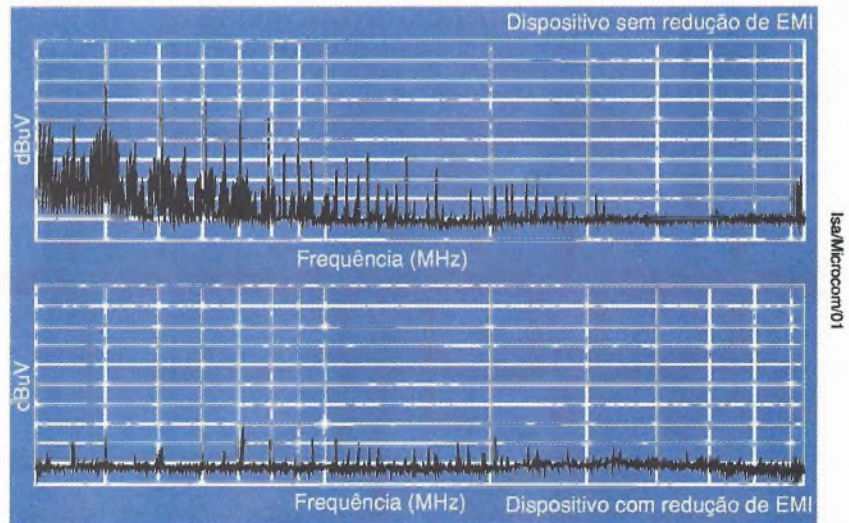

Figura 1
- baixa emissão de EMI (tipicamente abaixo de 20 dB veja quadro comparativo na figura 1)